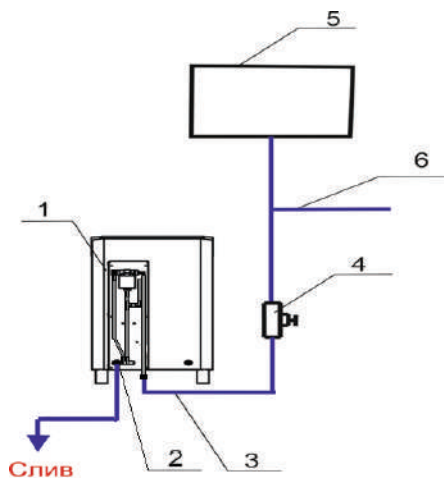

Рис. 7
2.1.2.5 Приподняв вверх снять заднюю крышку. Подключить ЭНУ (поз. 1, рис. 7). с помощью гибкого шланга (поз. 3, рис. 7). к водопроводной сети (поз. 6, рис. 7) или накопительному баку (поз. 5, рис. 7), расположенному в смежном помещении. Рекомендуется устанавливать накопительный бак на высоте не менее 1 м от верха ЭНУ. При использовании накопительного бака (поз. 5, рис. 7) для водоснабжения парогенератора, необходимо выполнить следующие действия:
Перед ЭНУ следует установить запорный кран (поз. 4, рис. 7). Для слива воды в канализацию подключить к крану слива (поз. 2, рис. 7) гибкую подводку необходимой длины. Для предотвращения образования известковых отложений, значение жесткости воды должно находиться в диапазоне от 0,5° до 5°F. Рекомендуется использование специальной установки – деминерализатора (с обратным осмосом).
2.2.2.1 Закрыть сливной кран (поз. 2, рис. 7) и открыть заливной кран (поз. 4, рис. 7). При включении электропечи в помещении с отрицательной температурой заливной кран открывать через 15 минут после включения режима парогенерации.
2.2.2.5 После окончания работы, в целях предотвращения образования осадка в баке парогенератора, рекомендуется сливать воду из системы. Для этого закрыть заливной кран (поз. 4, рис. 7) и открыть сливной кран (поз. 2, рис. 7). Дождаться полного слива воды из системы. Оставить краны в таком положении до следующего включения изделия. При возникновении возможности замерзания воды в баке парогенератора, сливать воду обязательно!